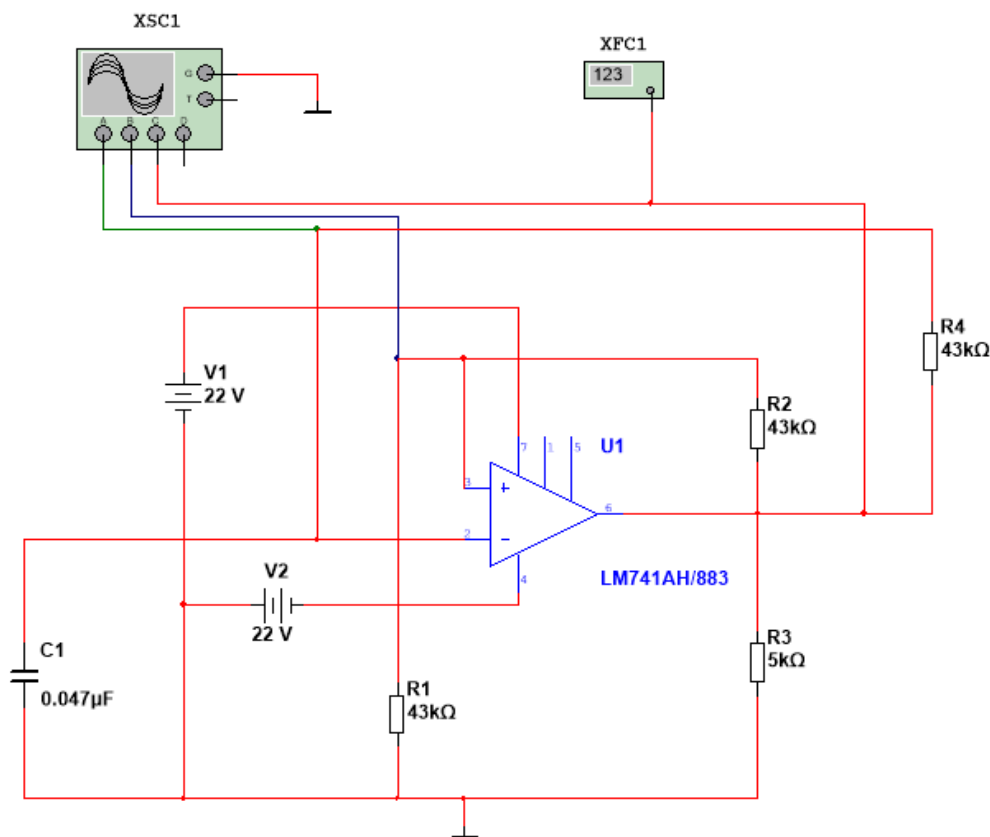

Рис.2 Схема исследования симметричного мультивибратора на ОУ
**Задание 1.** Соберите, согласно варианту (Табл.1), на рабочем поле среды Multisim схему для испытания симметричного автоколебательного мультивибратора на ОУ (рис. 2). Запустите процесс моделирования работы схемы. С помощью осциллографа проверьте наличие импульсов на выходе мультивибратора.